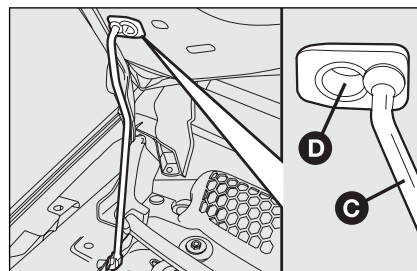

Рис. 98
- ☐ поднимая капот, извлеките упор **C**, **рис. 98**, из крепления, и установите конец упора в гнездо **D** на капоте.
- ☐ удерживая одной рукой капот в открытом положении, другой рукой извлеките упор **C**, **рис. 98**, из гнезда **D** и установите его на место.